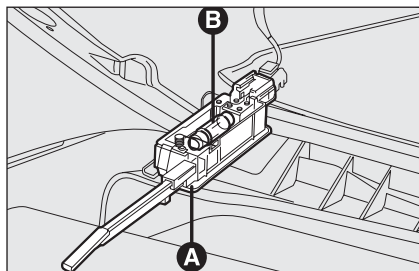

fig. 44
- ☐ abra la guantera y extraiga la luz **A**-fig. 44;